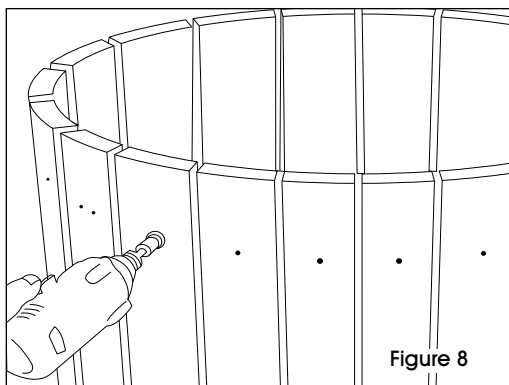

Figure 8
12. Remettez le récipient sur pied. Retirez le matériel d'installation à serrage manuel des trois planchettes du second récipient. (Voir Figure 8)